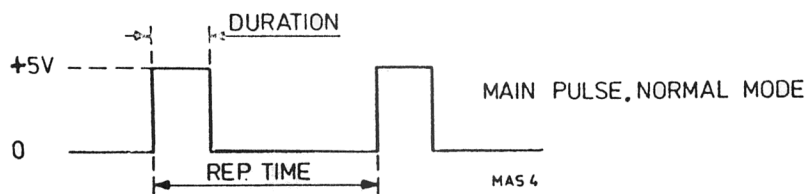

Fig. VI-1 : Impulsion principale, mode normal PM 5705
- Connecter un oscilloscope au connecteur PULSE OUT par l'intermédiaire d'une charge adaptée de 50Ω et observer une impulsion similaire à celle de la fig. VI-1.